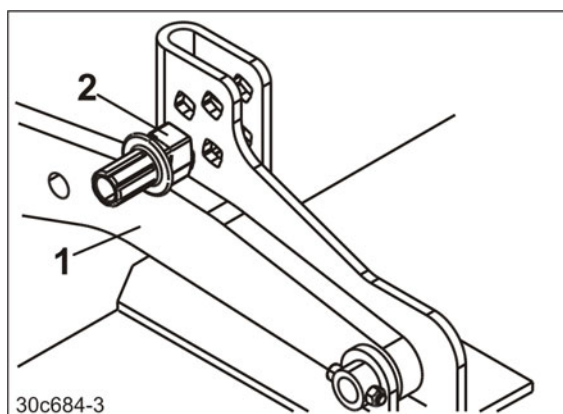

Fig. 80
2. Løft maskinen så meget, at dybdereguleringsboltene (Fig. 80/2) kommer fri af bærearmlen (Fig. 80/1).
2. Løft maskinen så meget, at dybdereguleringsboltene (Fig. 80/2) kommer fri af bæreammen (Fig. 80/1).
4. Sæt den forankørende dækpakker fast i samme højde som den efterkørende valse (Fig. 80/2).
2. Løft maskinen så meget, at bærearmene ligger på mod det nederste anslag (Fig. 80/1).
3. Sæt dybdereguleringsboltene fast i nederste position (Fig. 80/2).